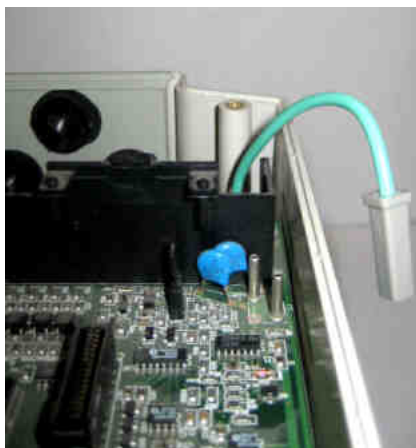

Рис. 6.5
6.3.2. Отсоединить провод заземления 1 от контакта на плате (рис. 6.5).